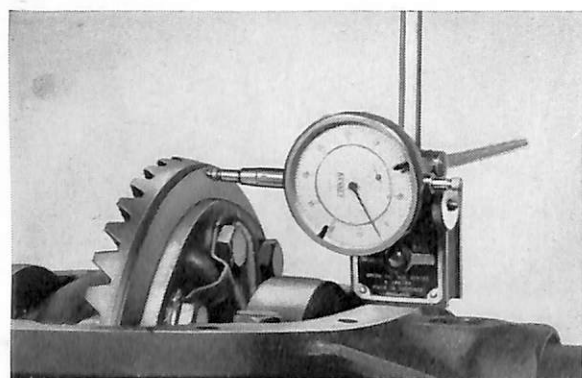

Bild 27. Mätning av kronhjulets axialkast.
12. Sätt på överfallen (2) med skruvar och drag skruvarna med 5,5—7 kgm. Anbringa en indikator mot kronhjulets baksida, se bild 27. Drag runt kronhjulet och mät dess axialkast. Detta får inte överstiga 0,08 mm.